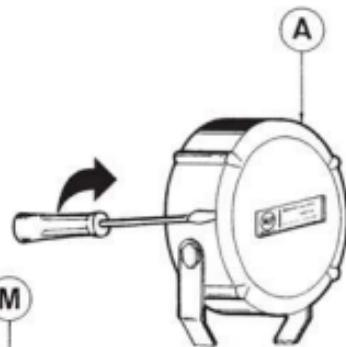

Fig. 9
d) Estrarre il fondonello A facendo leva con un cacciavite come indicato in fig. 9.
d) Remove cap A with the help of a screwdriver as shown in fig. 9.
d) Extraire le capot A en faisant levier avec un tournevis comme indiqué sur la fig. 9.